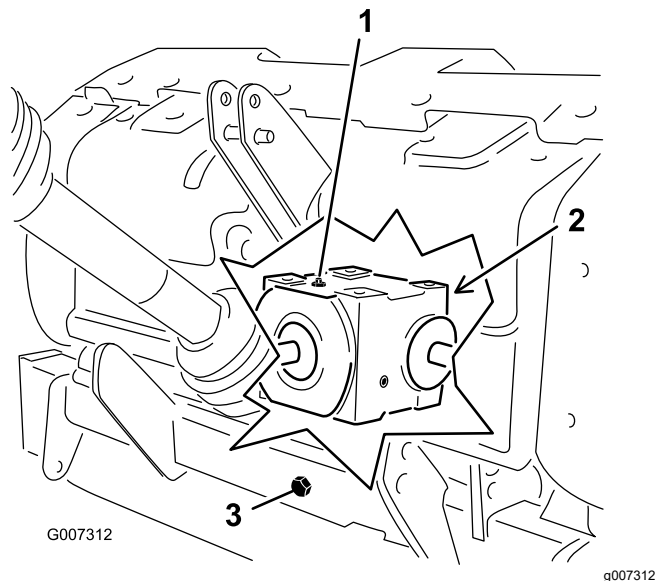

図 31
2. ギアボックスの点検プラグを外す 図 31。
3. 点検プラグの穴のふちまで油量があればよい 図 31。
1. 内部に異物が侵入しないよう、ドレンキャップと補給プラグの周囲をきれいに拭く 図 31。